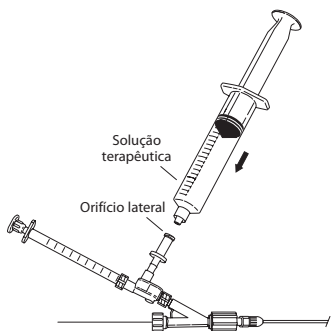

Fig. 7
9. Para iniciar o procedimento para administração da solução terapêutica pretendida, retire a seringa de 20 mL com soro fisiológico heparinizado, deixando um pouco de solução no encaixe do orifício lateral. Antes de adaptar outra seringa cheia de líquido ao orifício lateral, certifique-se de que foram removidas todas as bolhas de ar. Volte a adaptar uma seringa cheia com solução terapêutica. **(Fig. 7)**